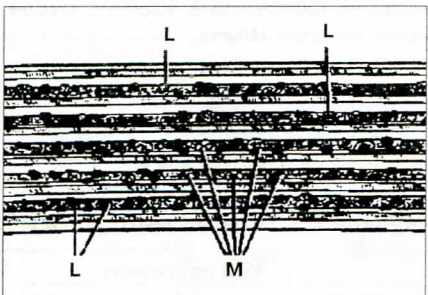

Рис. 1.7. Выдавливание резиновой массы на внешней части ремня **L** и загрязнение или налипание мелких камней в канавки ремня **M**.
- выдавливание резиновой массы на внешней части ремня **L** и загрязнение или налипание мелких камней в канавки ремня **M** (рис.1.7);